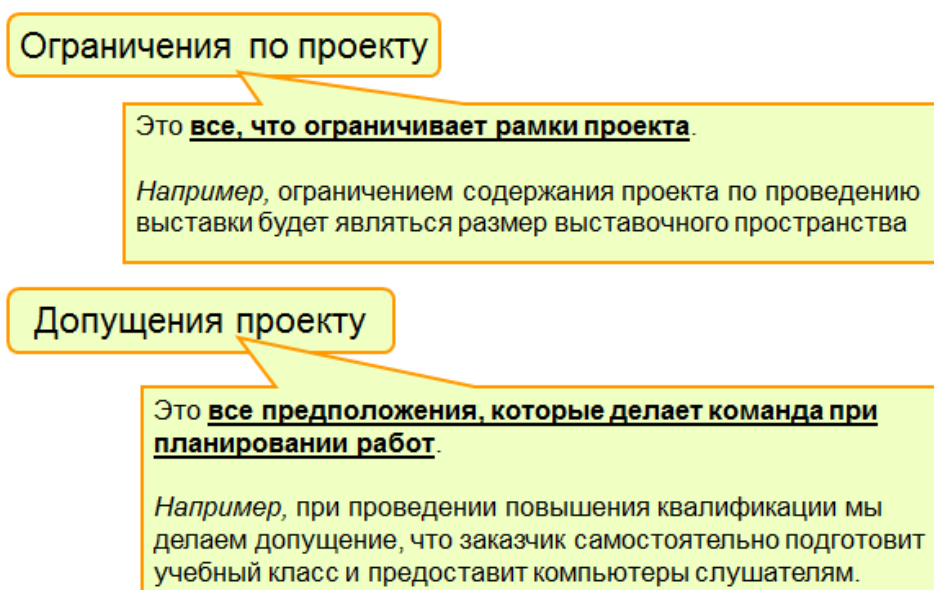

Рис. 4.6. Ограничения и допущения по проекту
- 8) ограничения и допущения в отношении требований (рис. 4.6).